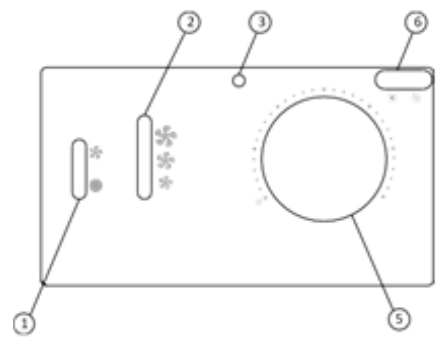

Fig. 1
**FAN-COIL 2T** (Fig.1): regolatore elettronico per fan-coil con singolo scambiatore (impianto a 2 tubi), ventilatore con motore asincrono a tre velocità, valvola ON/OFF, commutazione ESTATE/INVERNO manuale, possibilità di lettura della temperatura dell'acqua per consenso al funzionamento della ventilazione.